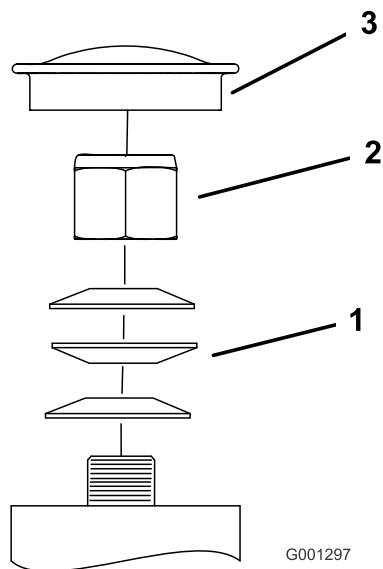

Figure 56
3. Retirez le capuchon antipoussière de la roue pivotante et serrez le contre-écrou (Figure 56).
4. Continuez de serrer le contre-écrou jusqu'à ce que les rondelles élastiques soient aplaties, puis desserrez-le d'un quart de tour pour obtenir la précharge correcte des roulements (Figure 56).
- Important:** Veillez à placer les rondelles élastiques comme montré à la Figure 56.
5. Reposez le couvre-moyeu (Figure 56).